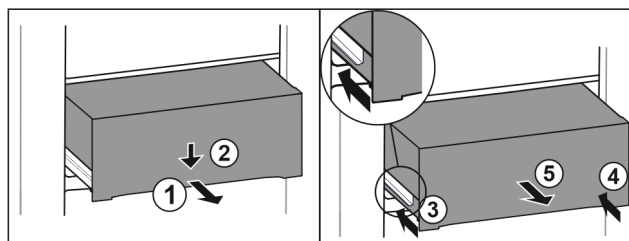

Fig. 113
- ▶ Húzza ki félig a fiókot. Fig. 113 (1)
- ▶ Nyomja le a fiók első oldalát. Fig. 113 (2)
- ▶ Tolja be a bal oldali sínt körülbelül 2 cm mértékben. Fig. 113 (3)
- ▶ Tolja be a jobb oldali sínt körülbelül 2 cm mértékben. Fig. 113 (4)
- ▶ Vegye ki a fiókot előre felé. Fig. 113 (5)